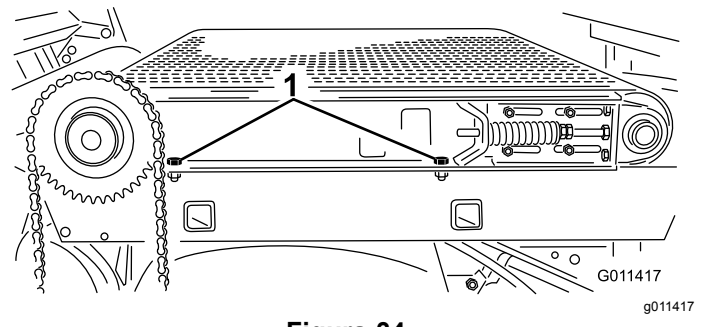

Figura 34
6. Afloje los 2 tornillos de caperuza, las arandelas y las tuercas a la derecha de la máquina que sujetan la plataforma deslizante al bastidor (Figura 34). Asegúrese de que las fijaciones están lo suficientemente sueltas para dejar que la plataforma deslizante se incline.